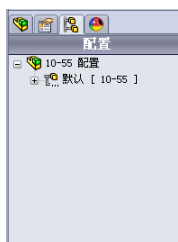

图 10-56 切换至相应管理器
(2) 在管理器群中，单击 Configuration Manager 按钮，切换至 Configuration Manager 管理器，如图 10-56 所示。